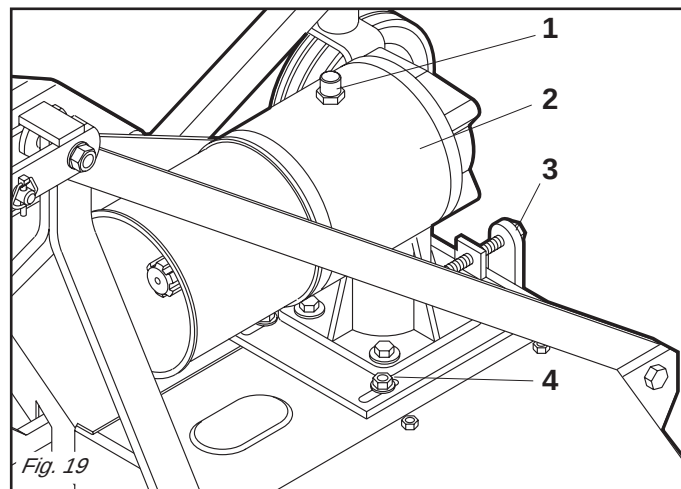

Fig. 19
Se le cinghie risultassero usurate o rotte, sostituirle con cinghie nuove operando sempre tramite la vite di registro (3 Fig. 19) operando nel seguente modo:
- Allentare le quattro viti che fissano la scatola ingranaggi alla macchina (4 Fig. 19);
- Dopo avere allentato il controdado, svitare completamente la vite di registro (3 Fig. 19);
If the belts are worn or torn, replace them by means of the adjuster screw (3 Fig. 19) and by proceeding in the following way:
- *loosen the four screws that fix the gearbox to the machine (4 Fig. 19);*
- *loosen the check nut and completely unscrew the adjuster screw (3 Fig. 19);*
Sollten die Keilriemen verschlissen und gerissen sein, müssen sie durch neue ersetzt werden, wobei man immer die Nachstellschraube (3 Abb. 19) benutzt und folgendermaßen vorgeht:
- Die vier Schrauben lockern, die das Getriebegehäuse an der Maschine befestigen (4 Abb. 19).
- Nach dem Lockern der Gegenmutter die Schraube (3 Abb. 19) zum Einstellen der Riemenspannung ganz herausdrehen.
Si les courroies sont usées ou cassées, les remplacer par des courroies neuves en intervenant sur la vis de réglage (3 Fig. 19) de la manière suivante:
- *Desserer les quatre vis de fixation de la boîte à engrenages à la machine (4 Fig. 19).*
- *Après avoir desserré le contre-écrou, dévisser totalement la vis de réglage (3 Fig. 19).*
Si las correas resultan gastadas o rotas cambiarlas con nuevas, operando siempre con el tornillo de regulación (3 Fig. 19) operar del siguiente modo:
- aflojar los cuatro tornillos que fijan la caja engranajes a la máquina (4 Fig. 19);
- luego de haber aflojado la contratuercia, desenroscar completamente el tornillo de regulación (3 Fig. 19);